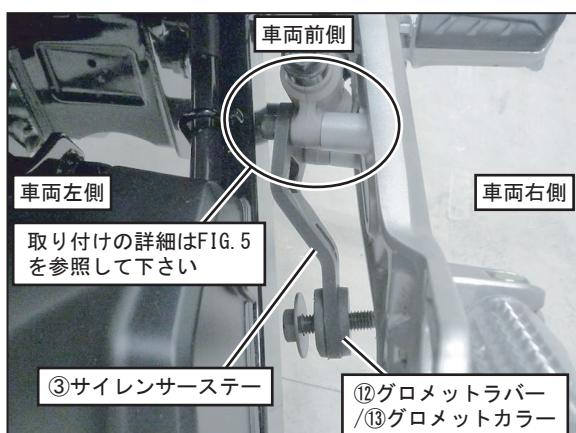

FIG. 4
5. リアブレーキのマスターシリンダーを留めるボルトを外し、③サイレンサーステーのグロメットカラー組付け部にに⑥六角ボルトM8×30（黒）と⑨平ワッシャM8×26（黒）を通して下さい。次に、④フランジ六角ボルトM6×25を使用して③サイレンサーステーをマスターシリンダーと共に規定トルクで締め付けて下さい。 (FIG. 4, 5 参照)